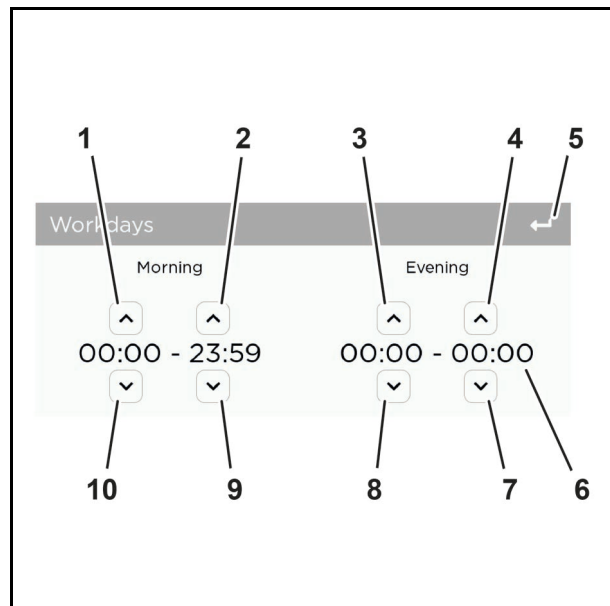

Abb. 53
1. Erhöhen Sie den Wert für den Beginn der Hauptbetriebszeit mit der Pfeiltaste (Abb. 53/1) bzw. den Wert für das Ende der Hauptbetriebszeit mit der Pfeiltaste (Abb. 53/2).
2. Reduzieren Sie den Wert für den Beginn der Hauptbetriebszeit mit der Pfeiltaste (Abb. 53/10) bzw. den Wert für das Ende der Hauptbetriebszeit mit der Pfeiltaste (Abb. 53/9).
3. Erhöhen Sie den Wert für den Beginn der Nebenbetriebszeit mit der Pfeiltaste (Abb. 53/3) bzw. den Wert für das Ende der Nebenbetriebszeit mit der Pfeiltaste (Abb. 53/4).
4. Reduzieren Sie den Wert für den Beginn der Nebenbetriebszeit mit der Pfeiltaste (Abb. 53/8) bzw. den Wert für das Ende der Nebenbetriebszeit mit der Pfeiltaste (Abb. 53/7).
5. Prüfen Sie die Zeitangaben in der Vorschau (Abb. 53/6). Korrigieren Sie ggf. mit den entsprechenden Pfeiltasten.
6. Kehren Sie mit "Zurück" (Abb. 53/5) in das übergeordnete Menü zurück.